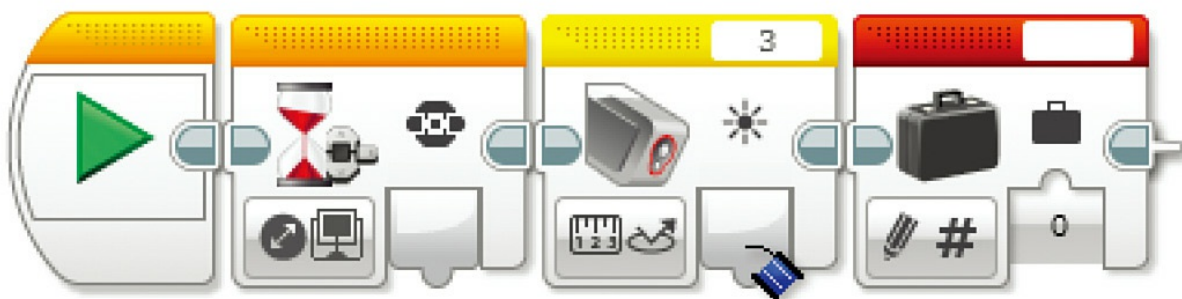

图8.16 当你将光标悬停到输出值区域时，光标变为了一个数据线图标
**9.** 你需要给变量模块一个值。要做到这一点，你需要连接颜色传感器的输出值到变量模块的输入值。你可以用一根数据线来连接。这类似一根序列线，但不是将模块连接到序列中的另一个模块，而是连接彼此的数据输入/输出端。将你的鼠标光标悬停在颜色传感器的输出值上查看，如图8.16所示。